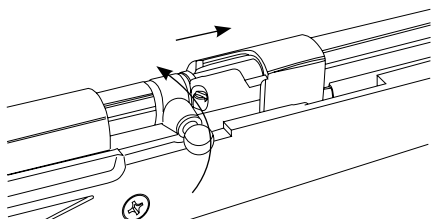

Рис.9
- Поверните ручку затвора до вертикали и передвиньте её в перед. (Рис.9)